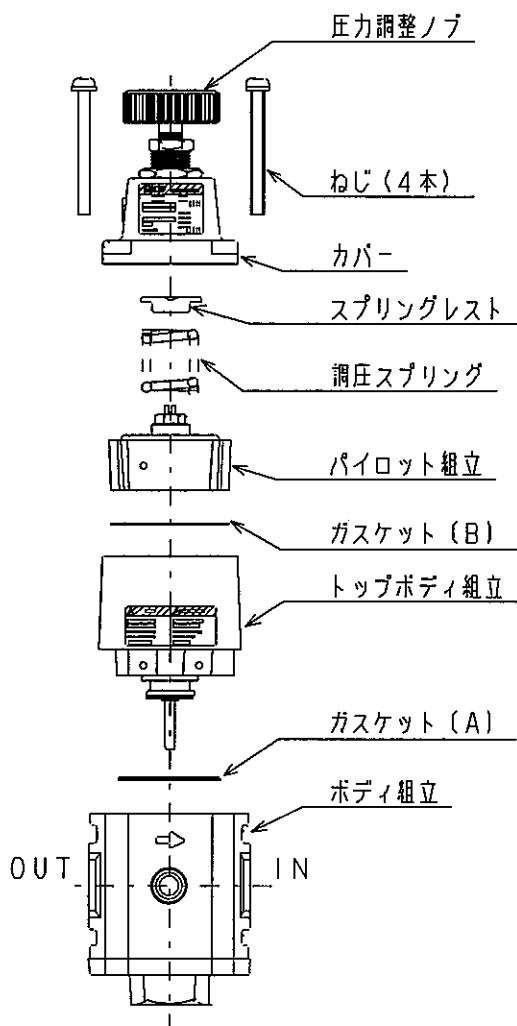

図1、分解・組立図
- 2、カバーの4本のねじを、十字ねじ回しを使用して取外すと図1のように分解できます。
- 1、分解の逆の順序で組立てます。図1に従って組立てください。